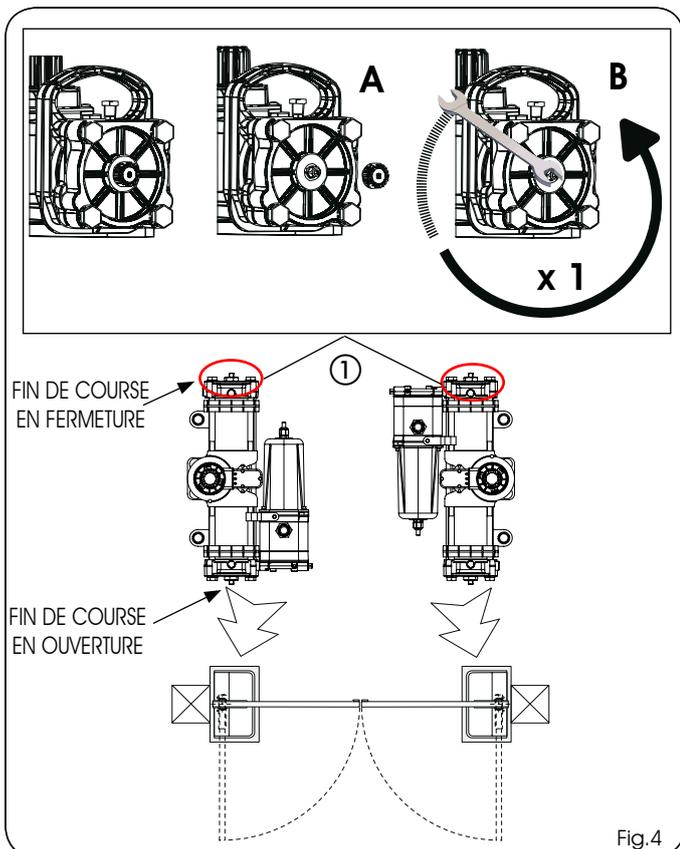

Fig.4
- 3) Sur l'opérateur, dévisser le bouchon (Fig.4 réf. A) de la vis de fin de course en fermeture (Fig.4 réf. ①) et vérifier que la vis soit vissée à fond.
- 4) Dévisser d'un tour la vis de fin de course (Fig.4 réf. B) en fermeture (IMPORTANT POUR L'ACCOUPLMENT CORRECT PIGNON-DOUILLE RAINURÉE EN PHASE DE MONTAGE).